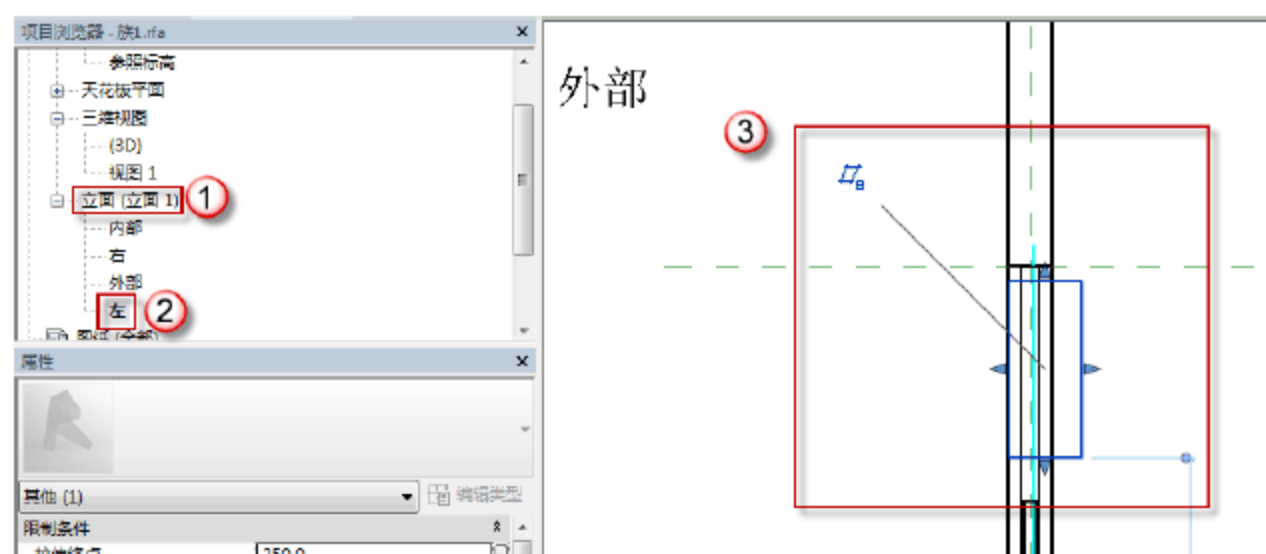

图 6.1.65 双开门上部窗户玻璃的左立面视图
(19) 选择“项目浏览器”中的“立面(立面1)”→“左”选项,可以进入百叶窗洞的左立面视图,如图 6.1.65 所示。